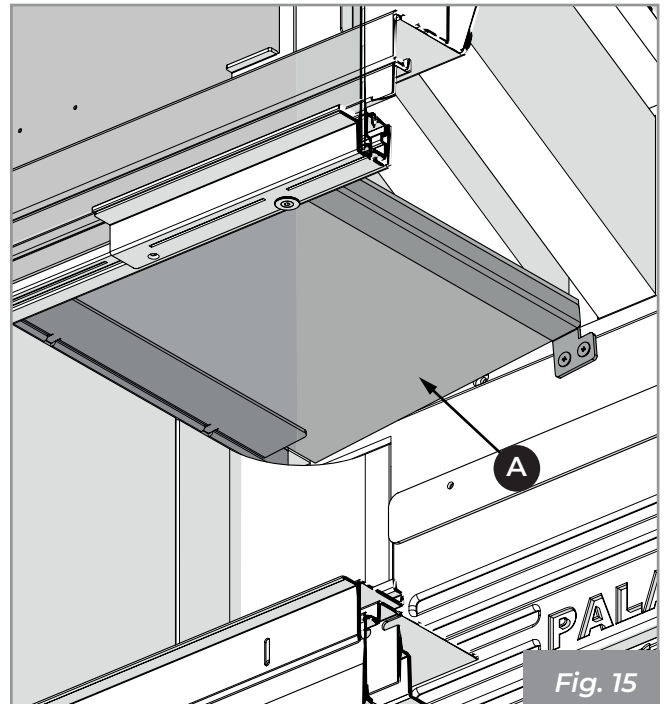

Fig. 15
- 1) Sfilare ed estrarre il deflettore inferiore (A) (Fig. 15).